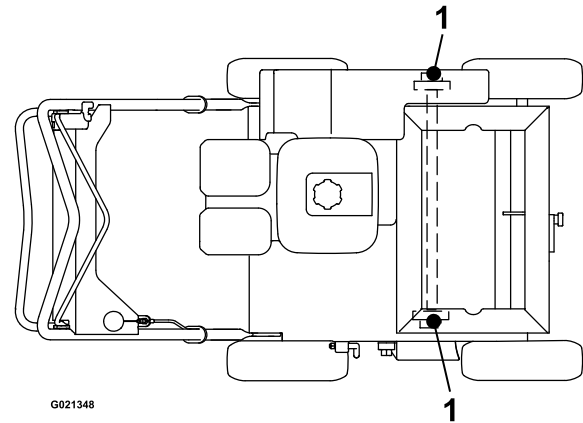

Figura 17
3. Lubrique los engrasadores (Figura 17) con una o dos aplicaciones de grasa NLGI de propósito general N° 2.